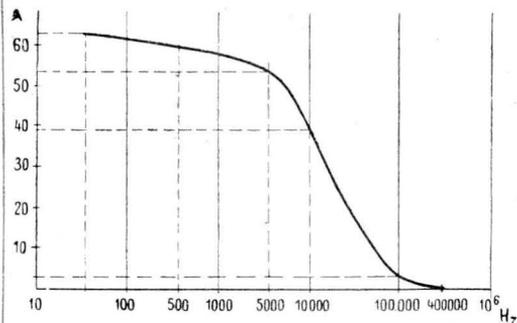
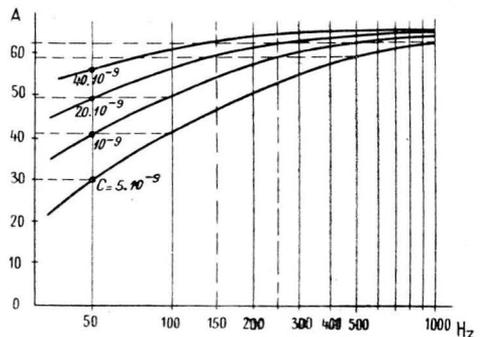

Fig. 7. — Courbe de réponse aux fréquences élevées d'un circuit type 1, valeurs ci-dessous :
FIG. 12. — Influence de la capacité de couplage cas d'un circuit de la figure 2.
a) Les figures 7 et 8 correspondent à des éléments de mêmes valeurs, mais les condensateurs C_1 et C_2 sont alternés ; les résultats sont assez différents ;
Le circuit avec différentes valeurs de C est donné figure 12.
un exemple de courbe de réponse complète constituée par la courbe de figure 7 et les courbes de la figure 12.
Dans ce cas, évidemment, un circuit (fig. 7) avec un condensateur de liaison de 20 à 40 000 $\mu\mu\text{F}$ ne ferait qu'accentuer les défauts de la partie haute fréquence.